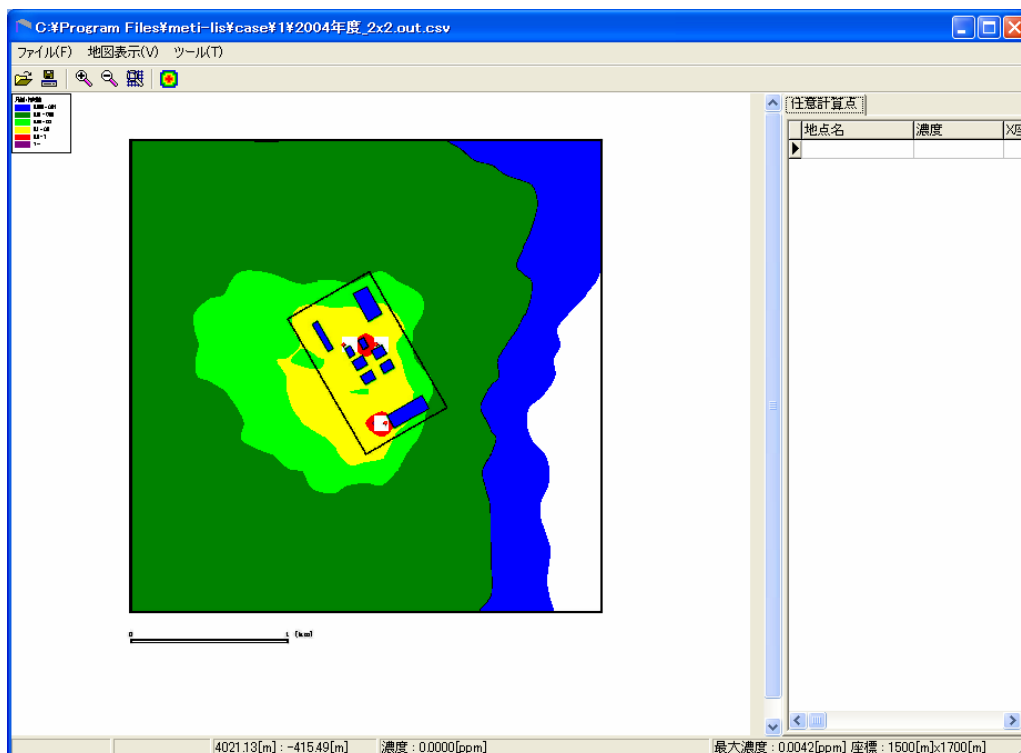
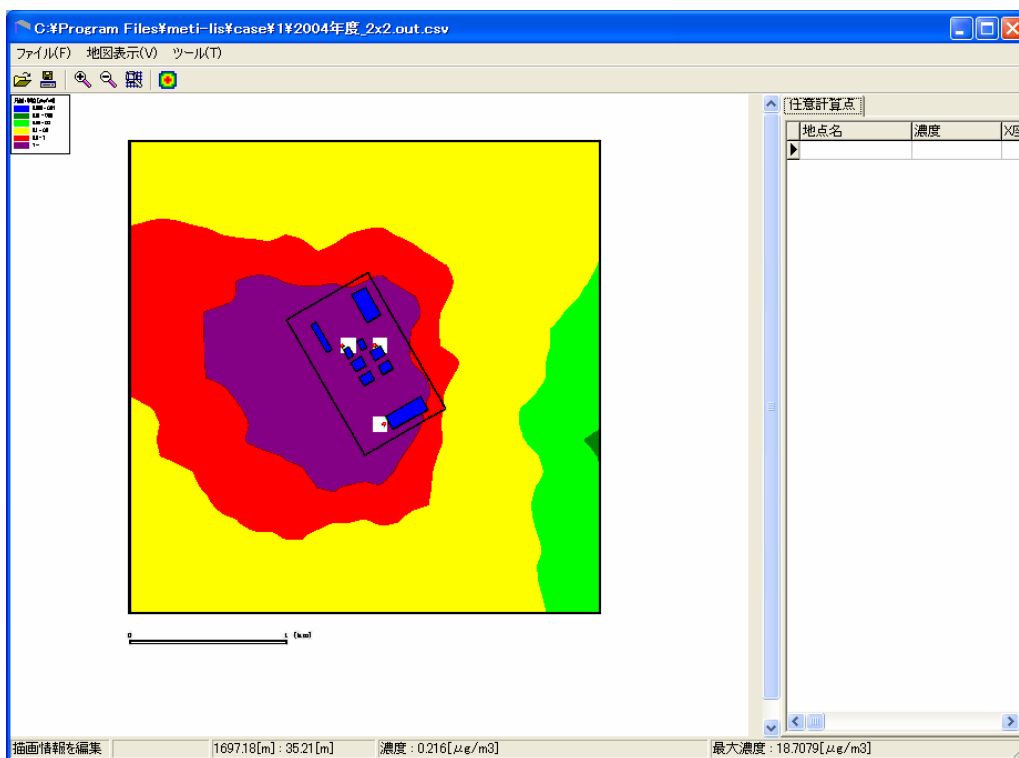

図 6.5-37 計算結果の表示 (1)
図 6.5-39 計算結果の表示 (2)
- 2)  を押すと、図 6.5-37 が表示されます。図 6.5-37 は濃度分布を表していますが、最大濃度 1 としたときの相対値で表示されています。これを絶対濃度表示に変更します。敷地内で白抜きとなっているところは、建屋の影響を受ける煙源近傍の濃度は信頼性が低いことを理由に表示されていないことを表しています。表示させる場合は図 6.5-38 の未検証領域を表示のチェックボックスをチェックしてください。
- 3) 図 6.5-37 で  を押します。描画情報の編集画面(図 6.5-38)が表示されます。凡例の絶対値ラジオボタンをクリックします。凡例数は最大で 6 です。描画色の右側の数値欄に数値を書き換えて、 を押すことにより、濃度分布の形が変わります(図 6.5-39)。描画情報の編集の「未検証領域の表示」チェックボックスをチェックすると、煙源近傍の濃度が表示されます。
- 4) 濃度分布図の最大濃度は、図 6.5-39 で下欄 (ステータスバー) の右側にある最大濃度というところに表示されます。この例では、 $18.7079 \mu\text{g}/\text{m}^3$ です。